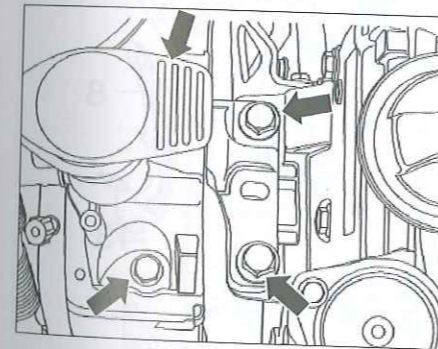

Fig. 5
- Desmontar el conjunto del soporte motor der., después de haber marcado la posición de sus tornillos de fijación (Fig.5).